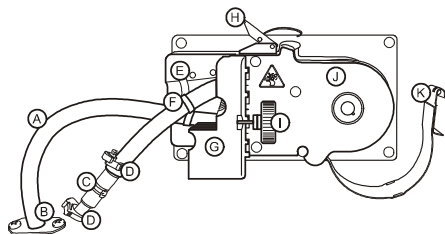

Figure 5-1 Pompe du 47003
2. Reportez-vous à la Figure 5-1. Débloquez le loquet (H) qui permet de verrouiller la bande en métal du corps de la pompe (K).
Pour savoir comment remplacer le tuyau de la pompe, reportez-vous à la procédure ci-dessous, ainsi qu'à la Figure 5-1.